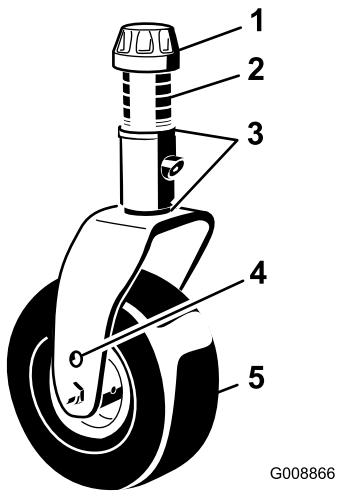

図 95
- キャスタスピンドルシャフトからテンショニングキャップを取り外し、キャスターarmからキャスタシャフトを抜き出す（図 95）。必要に応じてシムの位置を変更してキャスタオイルの高さを変えてカッティングユニットを正しいピッチに調整する。